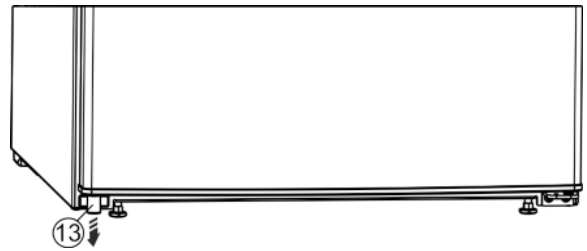

Fig. 5
- ▶ Linksonder het afstandsdeel Fig. 5 (13) uit de deur verwijderen.